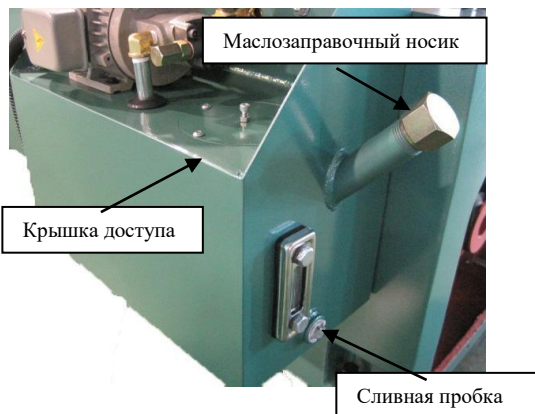

Рис. 72. Расположение элементов масляного резервуара передней бабки.
2. Снимите крышку с заправочного носика (Рис. 72).